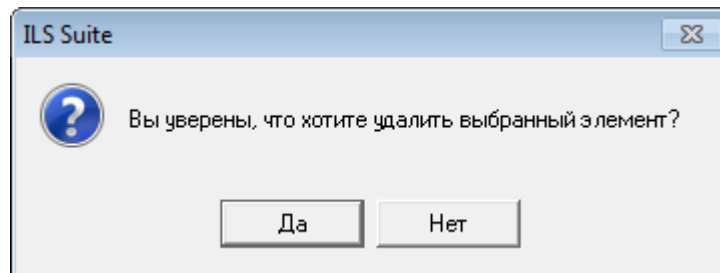

Рис. 18-5 – Диалоговое окно
- 4) В открывшемся диалоговом окне нажать «Да» для подтверждения действия (рис. 18-5). В этом случае выбранный сценарий будет удален из всех папок рабочего окна «Сценарии эксплуатации» и из базы данных.